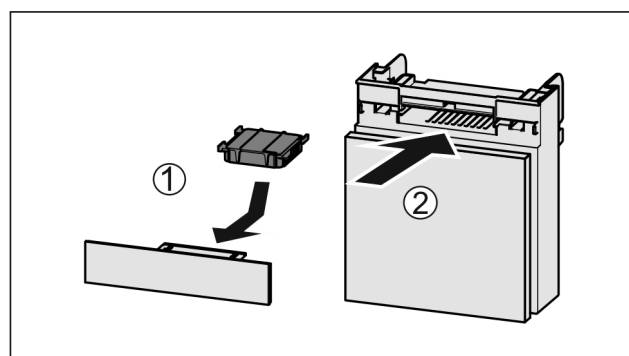

Fig. 60
- Aktivkohlefilter nach Abbildung einsetzen Fig. 60 (1).
- ▶ Fach einschieben *Fig. 60 (2)*.